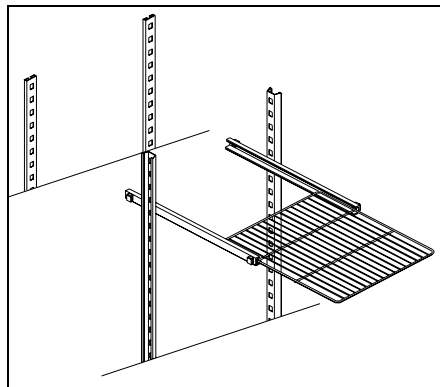

Abb. 2
- Die Roste im Innern so positionieren, wie sie für den jeweiligen Gebrauch am geeignetsten sind, indem jeder Halter in den im Boden befestigten, gelochten Ständer eingesetzt wird und die seitliche Zunge in den dafür vorgesehenen Sitz stecken. (**Abb. 2**)
- Die Roste in die Halter rutschen lassen, wie es auf (**Abb. 2**) zu sehen ist.